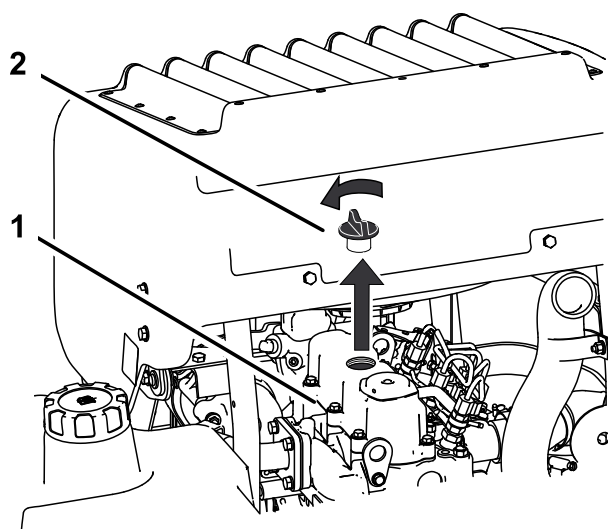

Figura 55
6. Retire el tapón de llenado de aceite de la parte superior del motor (Figura 55).
2. Retire el tapón de llenado y la varilla (Figura 55).